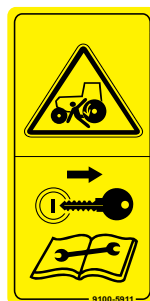

Figura 10
- Não dê partida no trator se o implemento não estiver devidamente engatado (Figura 10).